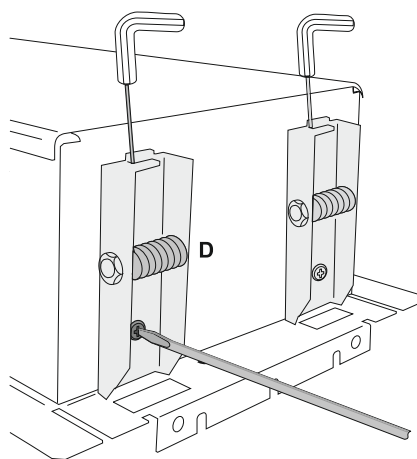

Fig. 3
- Fissare saldamente ai lati della scatola le staffe con molle (D) utilizzando le apposite viti e rondelle fornite in dotazione (fig. 3);
- Fix the brackets with springs (D) firmly to the sides of the box, using the screws and washers provided for this purpose (Fig. 3);